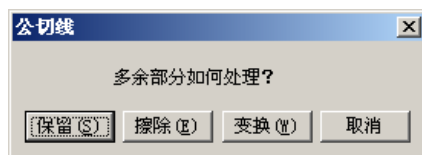
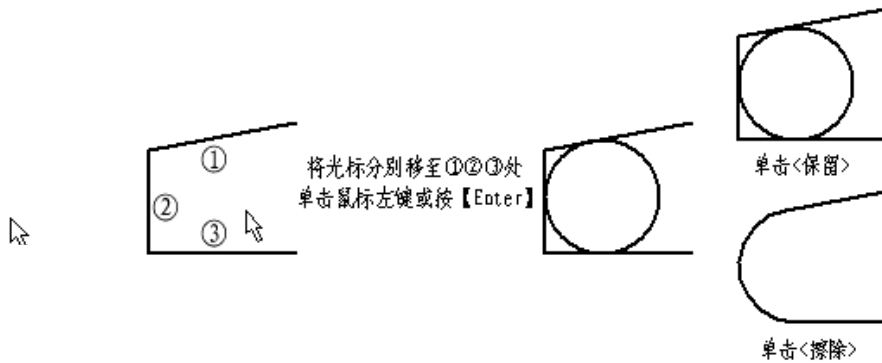

图 4.1-46
图 4.1-52
- ① 单击图标后光标变为 ，在设置工具栏中给定圆角半径；
- ② 将光标移动到需作公切圆弧的两线夹角内，单击鼠标左键；
- ③ 多余部分被加亮，并弹出图 4.1-46所示的对话框，点〈擦除〉即可。
当被切元素是圆时，根据光标中心在圆内还是在圆外决定画内切圆或外切圆。当被切元素是线时，根据光标中心在线的哪一侧决定画哪一边的公切圆。当被切元素太短时，将被加长，当被切线太长时，屏幕上出现如图 4.1-46所示的对话框，可选择保留多余部分、擦除多余部分或变换多余部分。
- ① 单击  后，在设置工具栏中给定倒角大小；
- ② 将光标移动到需作倒角的两线夹角内，单击鼠标左键；
- ③ 多余部分被加亮，并弹出图 4.1-46所示的对称框，点〈擦除〉即可。
可作三直线的切圆。操作方法是: 将光标分别移至三条直线附近, 单击鼠标左键或按【Enter】键。系统出现图 4.1-46所示提示, 然后根据系统提示选择〈保留〉或〈擦除〉。得到图 4.1-52所示结果。